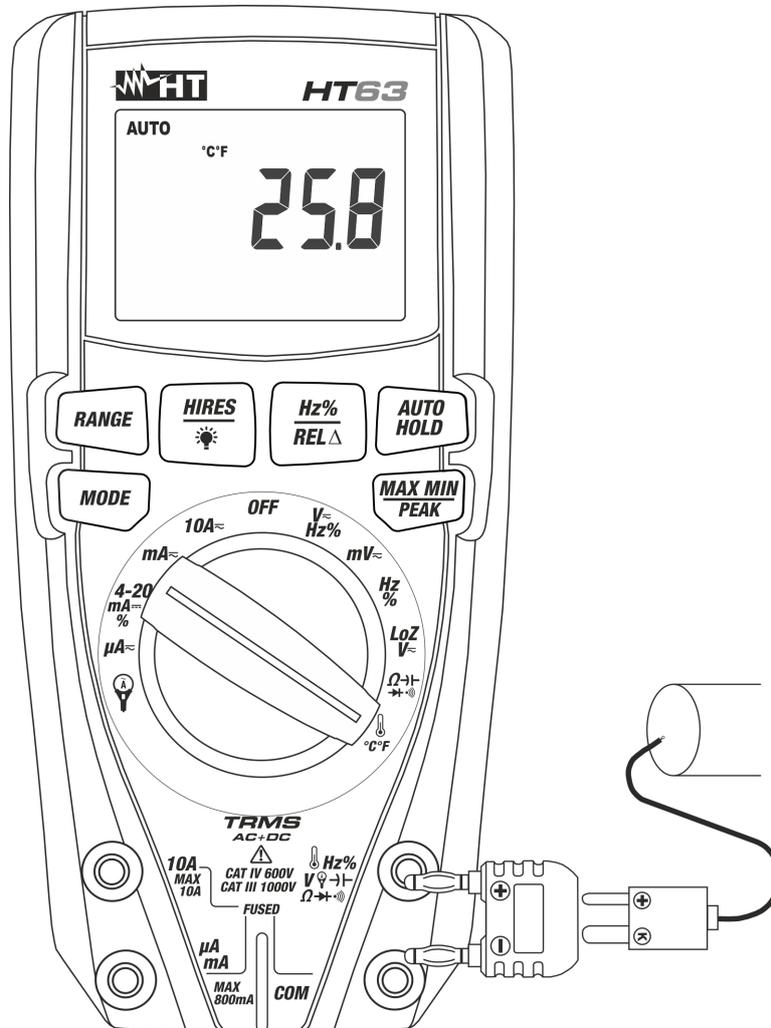

Fig. 9: Uso dello strumento per misura di Temperatura
3. Inserire l’adattatore in dotazione nei terminali di ingresso (polarità +) e **COM** (polarità -) (vedere Fig. 9)